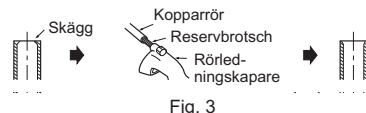

Fig. 3
- 2) Ta bort allt skägg från de avskurna delarna. (Fig. 3)